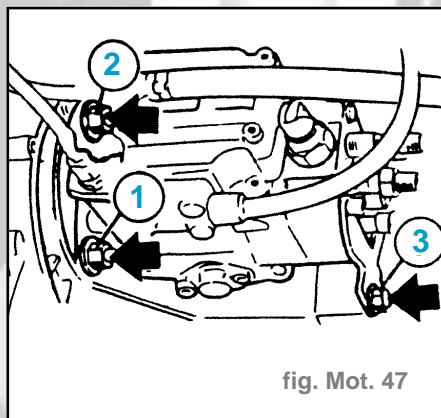

fig. Mot. 47
- Resserrer les vis de fixation dans l'ordre 1 à 3 (fig. Mot. 47).